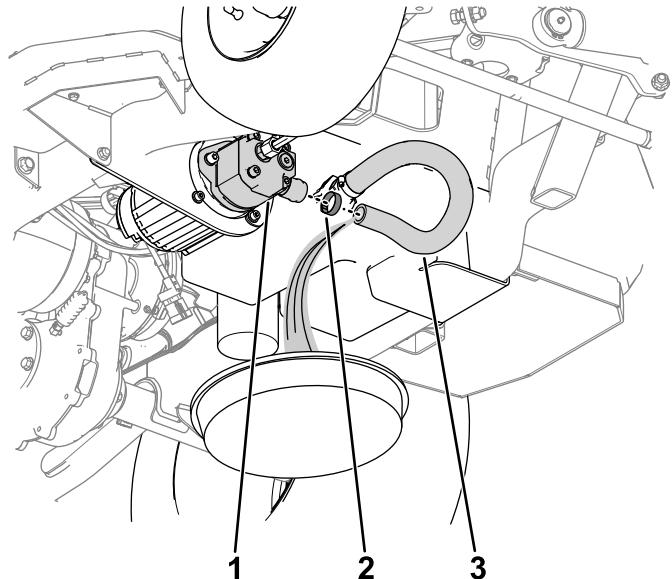

Figure 61
- A. Retirez le flexible et le collier de la pompe (Figure 61).
- B. Vidangez le liquide hydraulique dans le bac de vidange par le flexible (Figure 61).